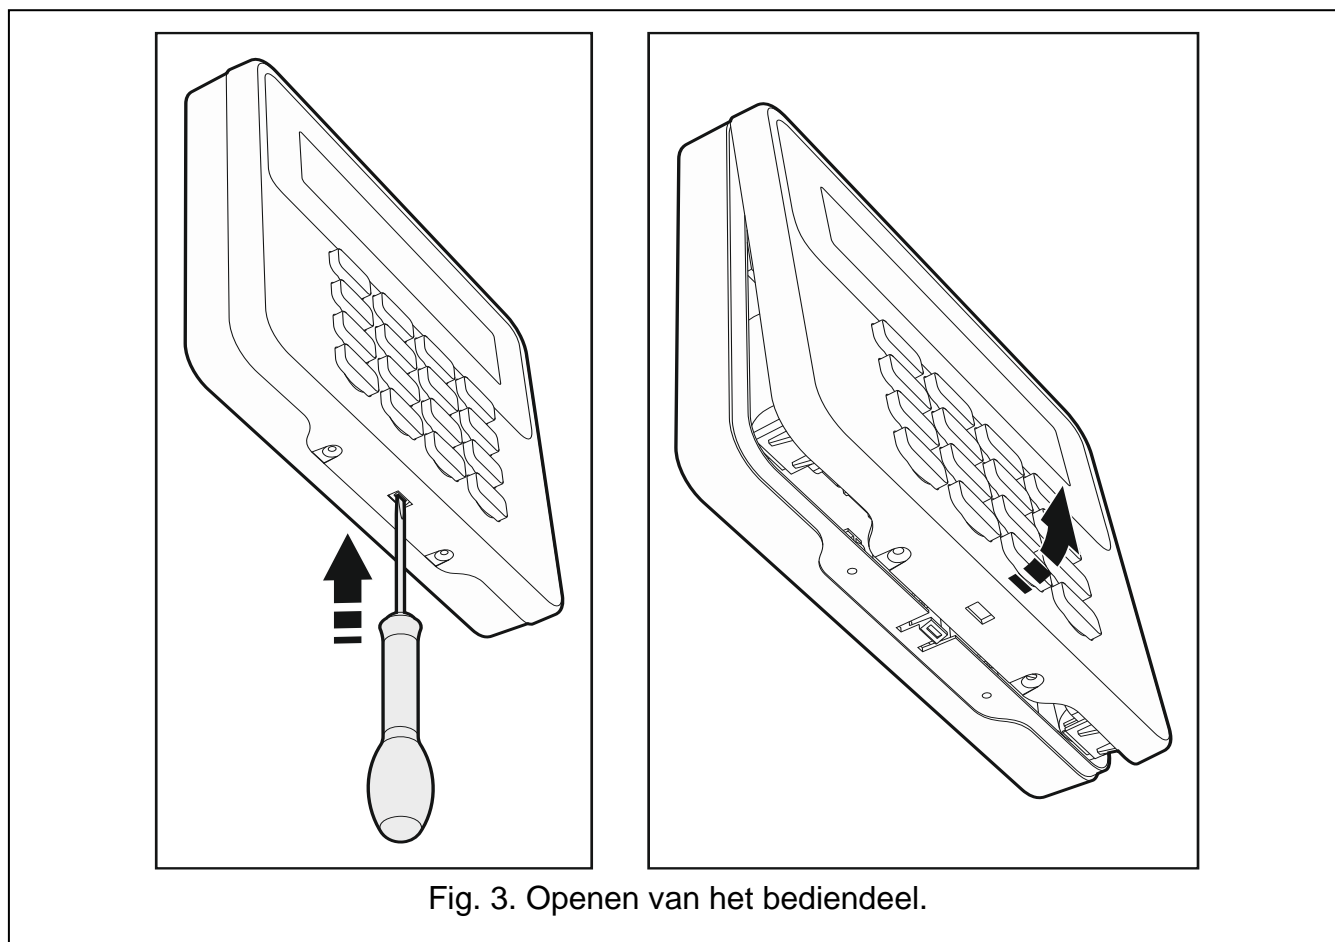

Fig. 3. Openen van het bediendeel.
1. Open de bediendeel behuizing (Fig. 3).